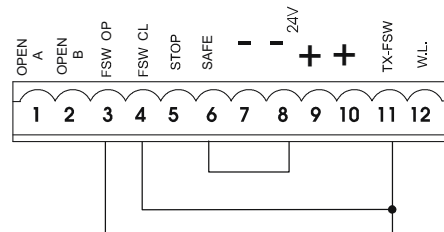

Abb. 26
**Anmerkung: werden keine Sicherheitsvorrichtungen eingesetzt, so sind die Klemmen zu überbrücken, wie in Abb. 26 angegeben.**
**Anmerkung:** werden keine Sicherheitsvorrichtungen beim Öffnungsvorgang angeschlossen, so sind die Eingänge **FSW OP** und **TX FSW** mit Überbrückungsklemmen zu versehen (Abb. 26).
**Anmerkung:** werden keine Sicherheitsvorrichtungen beim Schließvorgang angeschlossen, so sind die Klemmen **FSW CL** und **TX FSW** mit Überbrückungsklemmen zu versehen (Abb. 26).
**Anmerkung:** werden keine Sicherheitsvorrichtungen Leiste angeschlossen, so sind die Eingänge **SAFE** und - zu überbrücken (Abb. 26).